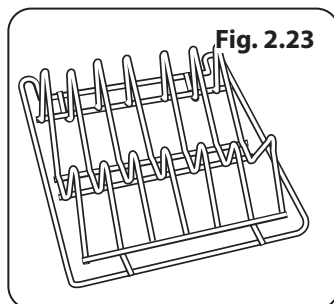

Fig. 2.23
- 1 plate warming shelf (**Fig. 2.23**)